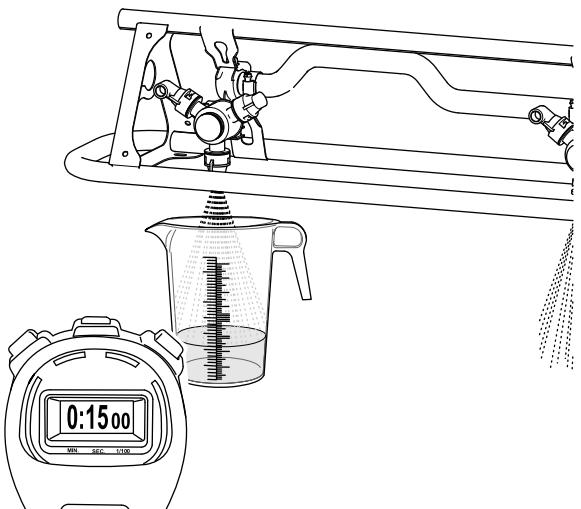

图 170
3. 移动到机器的背面将带刻度的容器放置到其中 1 个喷嘴下方然后启动秒表 图 170。